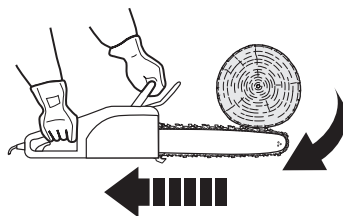

Imagen 27
- > Si la cadena de corte [4] queda trabada por la parte superior de la espada [5] la espada se empuja rápidamente hacia atrás en la dirección del operario (Imagen 27).